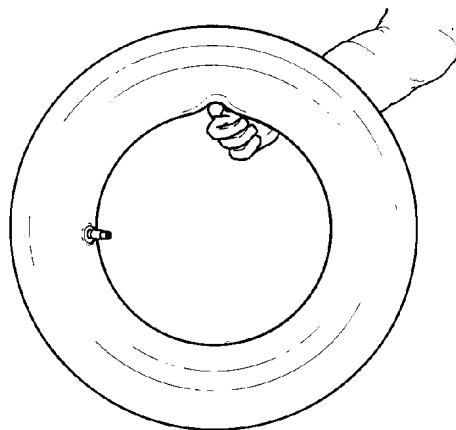

Fig. 5.1-2
C. Hinche ligeramente el tubo: si lo toma con el dedo índice debe doblarse un poco (Fig. 5.1-2).